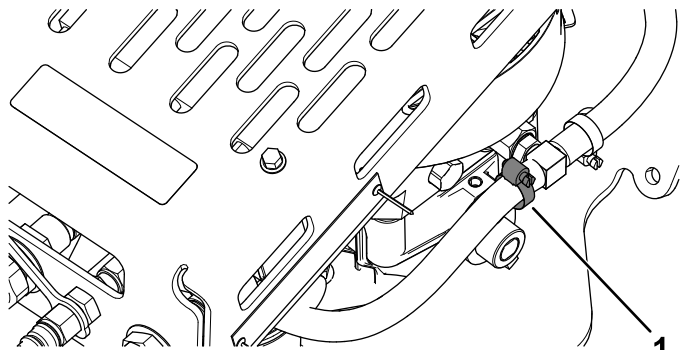

Figura 7
8. Sujete el acoplamiento en T al conjunto de manguera con la abrazadera (Figura 7).